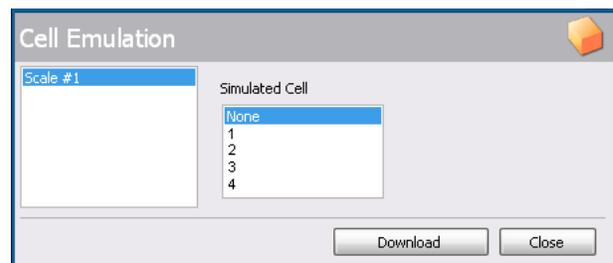

Figura 8-2. Cuadro de diálogo de emulación de celda
4. Desde el menú Interactive [Interactivo], seleccionen **Cell Emulation** [Emulación de celda]. Aparece un cuadro de diálogo similar a la Figura 8-2.